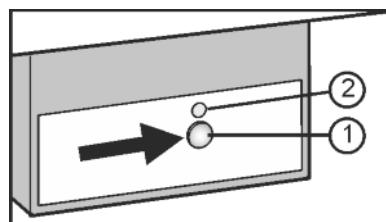

Fig. 17
- Нажмите и удерживайте кнопку On/Off Fig. 17 (1) так, чтобы светодиод Fig. 17 (2) загорелся.